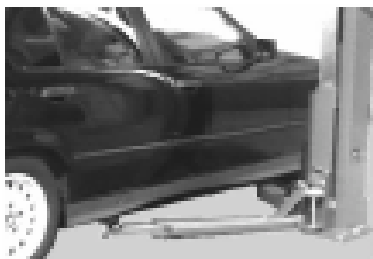

Рис. 1. Расположение под указанными местами.
- Расположите настраиваемые колодки под автомобилем так, как предписано производителем авто (см. рис. 1).